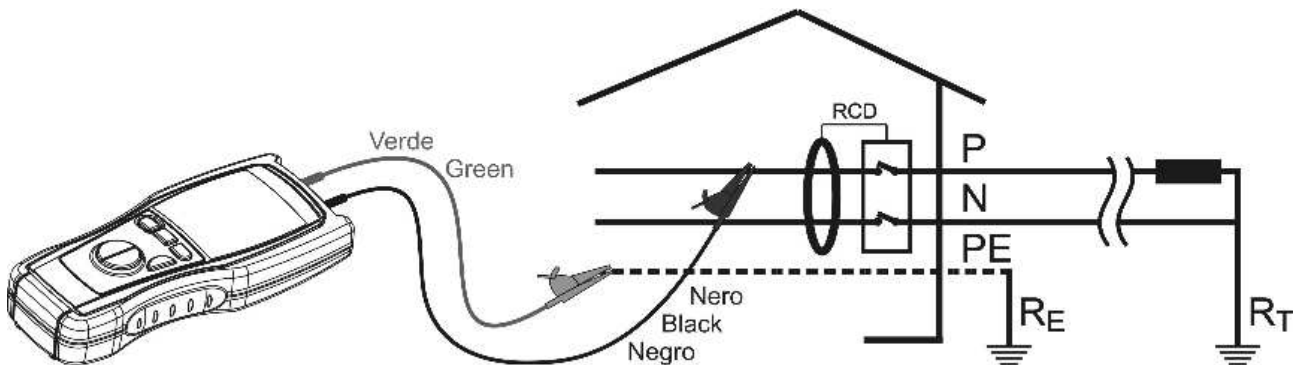

Abb. 11: Verbindung der Anschlüsse des Geräte beim RCD (FI) Test
5. Verbinden Sie das grüne Kabel mit dem Schutzleiter (Erde) und das schwarze Kabel mit dem Phasenleiter am unteren Ende des getesteten RCDs (FI's) (Abb.11)
5. Stecken Sie das Schuko-Kabel in eine Steckdose am unteren Ende des getesteten RCDs (FIs) (Abb.11)